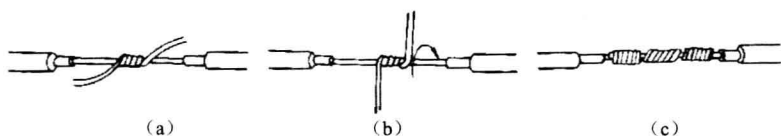

图 1-1-11 单股导线一字连接
① 步骤
a. 先将需连接的导线两端剥去绝缘层，作“X”状相交，如图 1-1-11 (a) 所示。